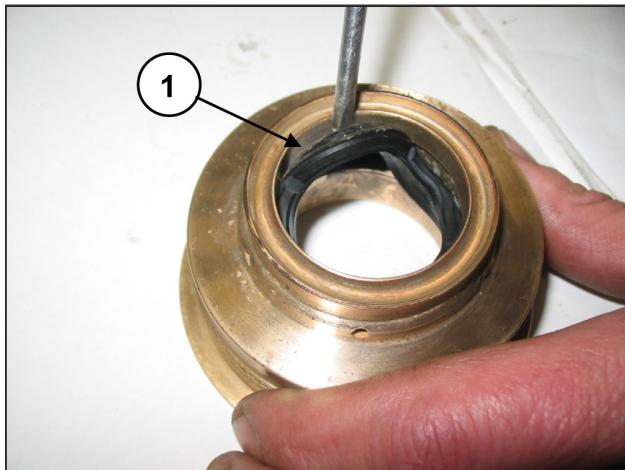

图 173
要拆除低压密封圈，必须使用厚度计或不会损坏密封圈底座底部的工具（位置①，图 173）。